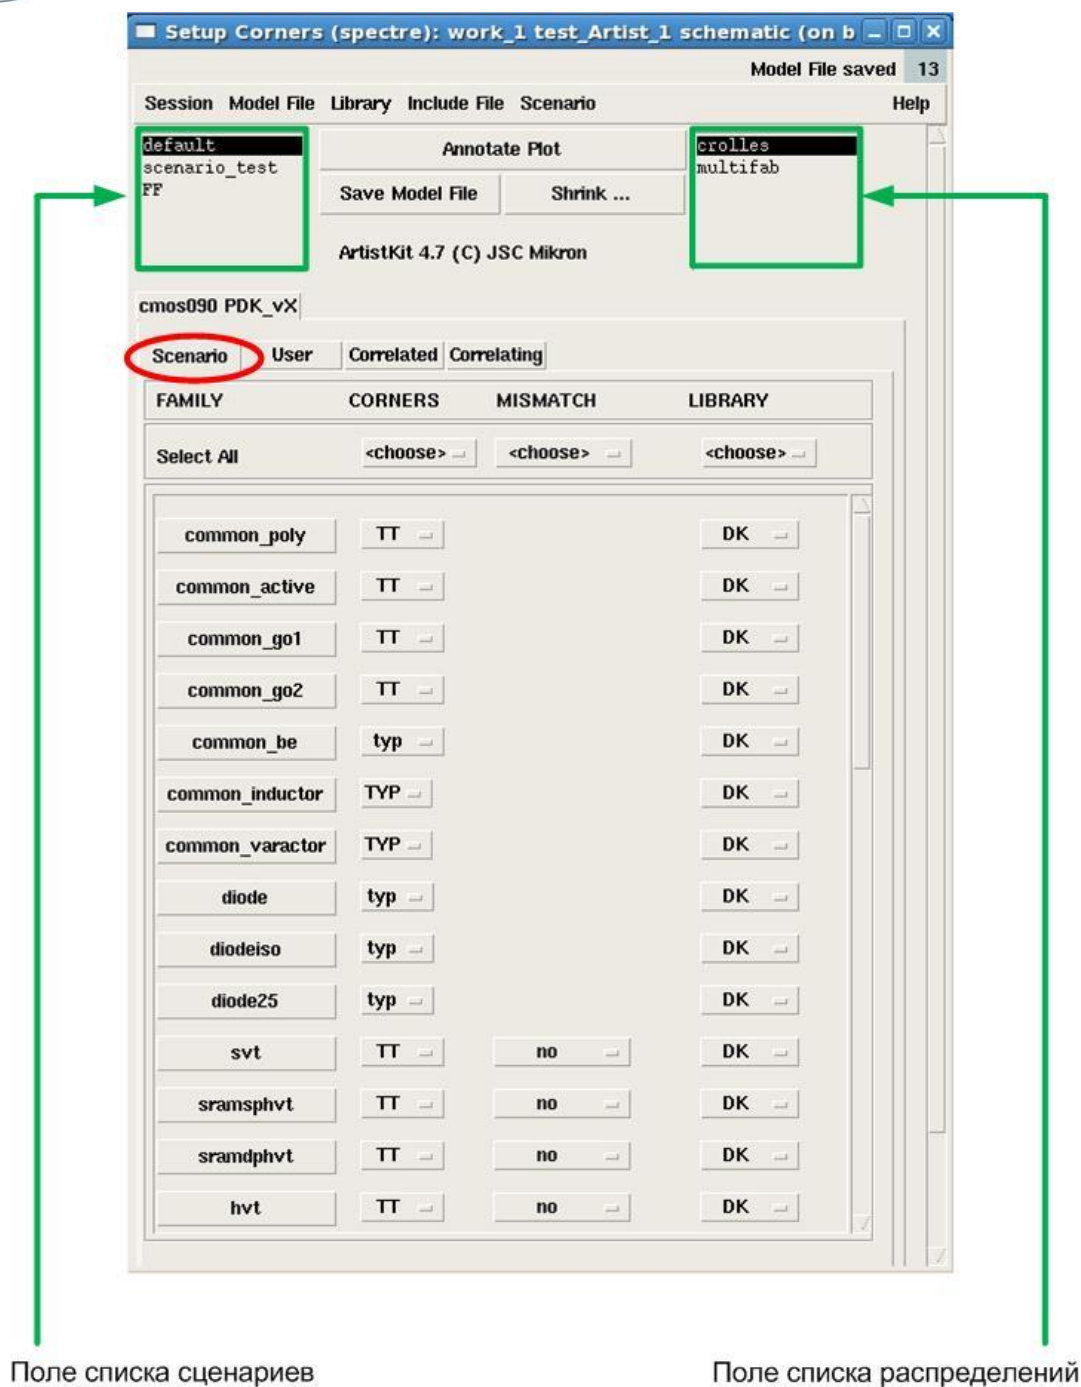

Рис. 2.4 Окно Setup Corners.
1. В окне моделирования ADE выберите *Tools->Setup Corners*. Вам откроется следующее окно (рис. 2.4).
- Во вкладке *Scenario* (рис. 2.4), для каждого компонента семейства *FAMILY* доступны углы моделирования *CORNERS* и библиотека *LIBRARY* (раздел 2.11), которая содержит *Library Files*. В некоторых семействах может присутствовать меню *MISMATCH* (см. главу 3). Если вы открыли *Setup Corners* впервые, то в списке сценариев выбран *defaults*. При сценарии *defaults*:
- Если вы открыли *Setup Corners* впервые, то модельный файл отсутствует. Необходимо сохранить выбранные углы моделирования, нажав кнопку “*Save Model File*” в верхней части окна, либо выбрав пункт меню *Model File->Save* (рис. 2.4).